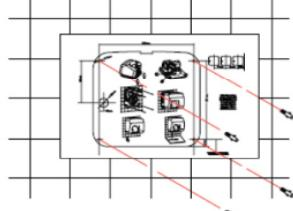

Abb. 6
Der Netzanschluss wird in erster Linie und am Besten durch eine hintere Leitung vorgenommen. (Abb. 6).
1. Bohren Sie die 4 Löcher mit einem  $\varnothing$  von 8 mm ( $\varnothing$  0.31") mit Hilfe der mitgelieferten Schablone. Entfernen Sie den dabei entstehenden Staub von den Löchern. Führen Sie die 4 mitgelieferten Dübel ein, bis sie mit der Wand abschließen (siehe Abb. 6).